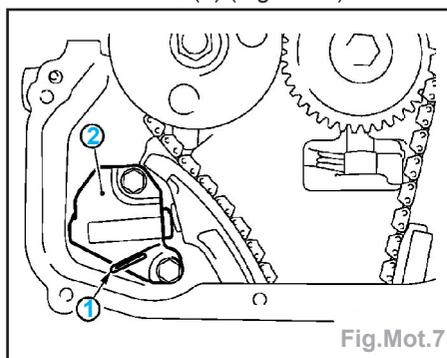

Fig.Mot.7
- Fixer une goupille d'arrêt (1) pour bloquer le plongeur dans la position de compression totale et déposer le tendeur de chaîne (2) (Fig.Mot.7).
- Reposer le tendeur de chaîne (2) (Fig.Mot.7) :
- reposer la goupille d'arrêt (1) avec le plongeur fixé,
- après la repose, retirer la goupille d'arrêt (1) et relâcher le plongeur,